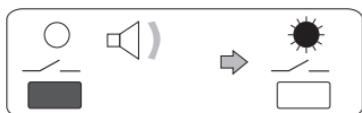

Abb. 3
- Halten Sie die **Taste “—”** gedrückt, bis ein kurzes akustisches Signal ertönt, und lassen Sie die Taste danach wieder los: die Steuerung ist eingeschaltet und die entsprechende LED leuchtet anhaltend auf (Abb. 3).